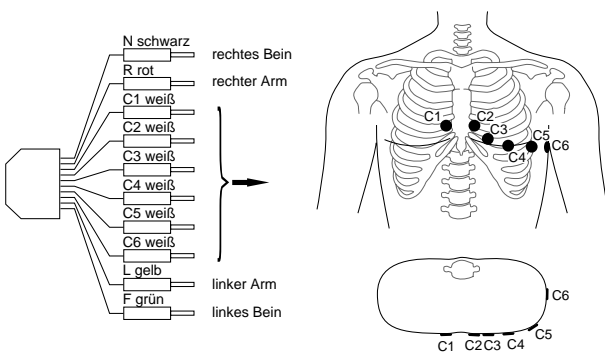

Bild 4-4. Anschließen der Patientenleitung (10adrig, Standardableitungen)
- Schließen Sie die Patientenleitung (10-polig) entsprechend Bild 4-4 an.